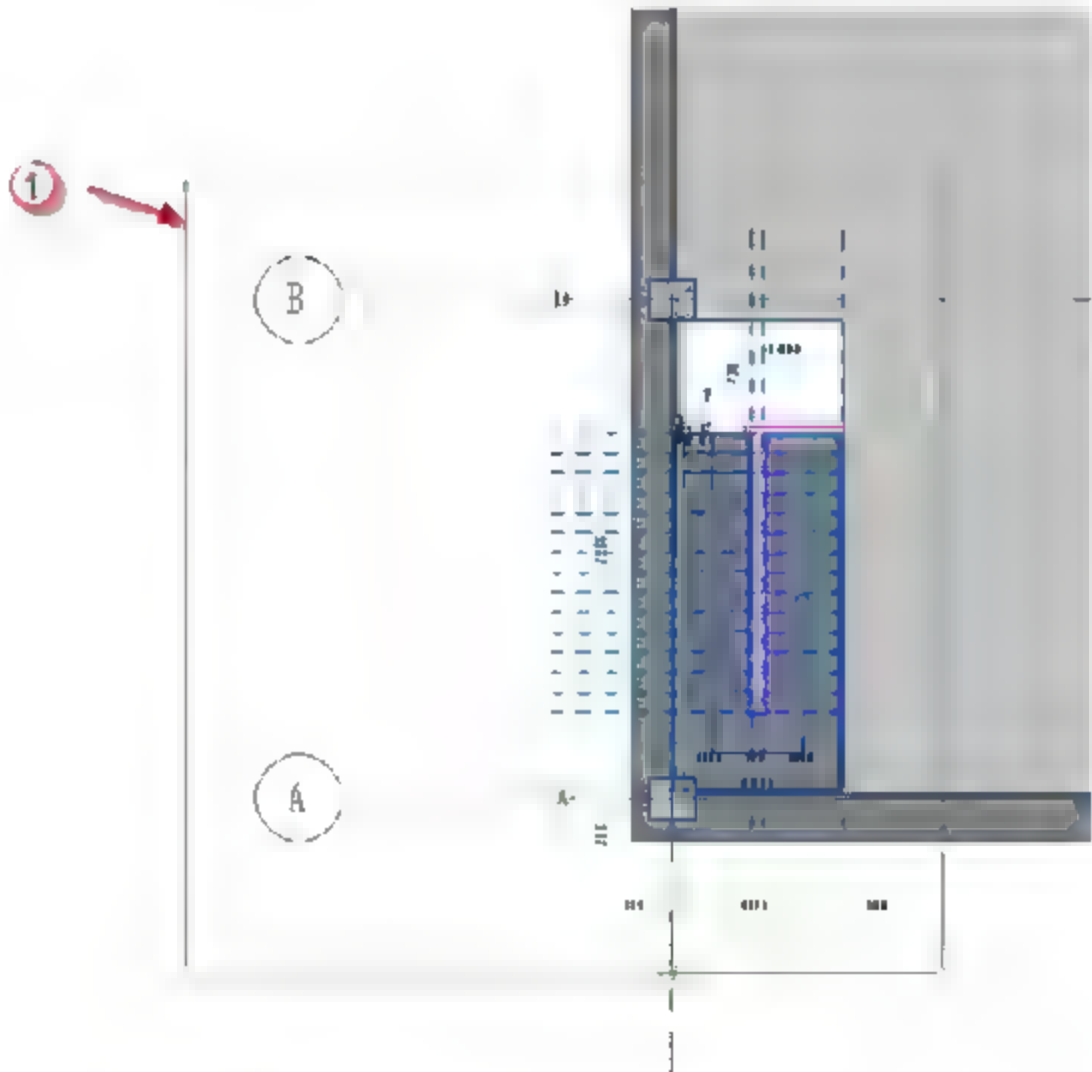
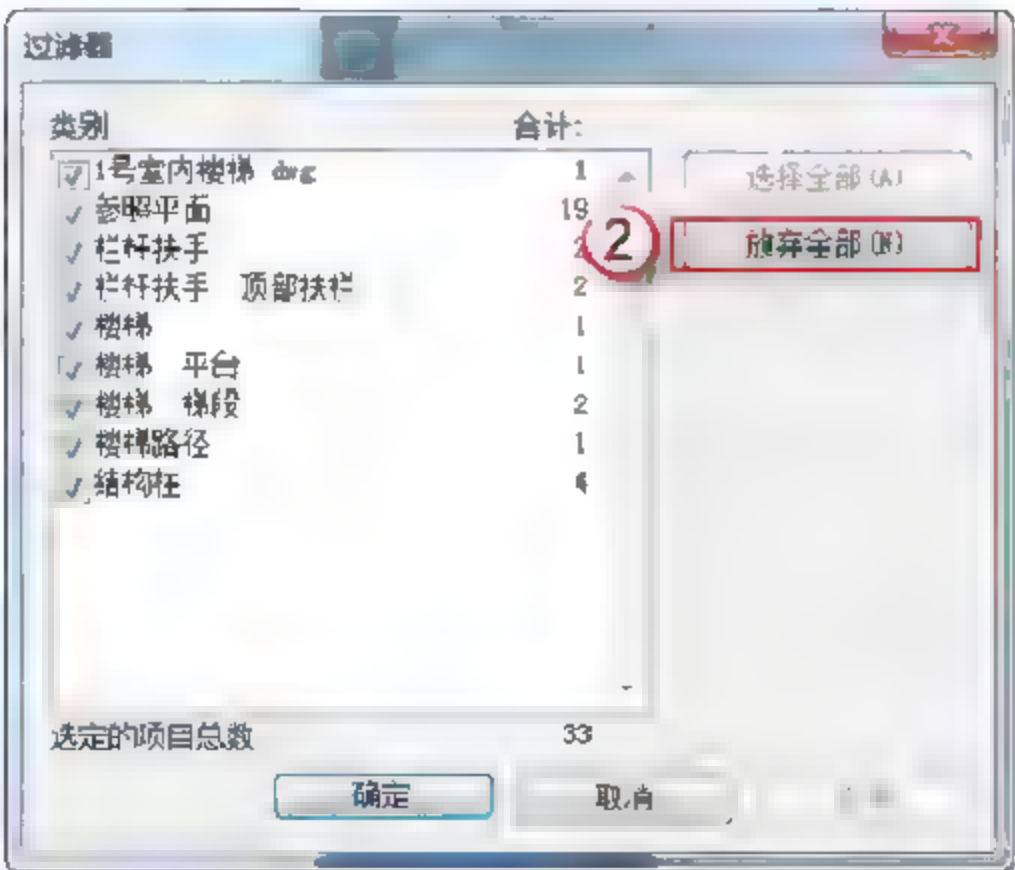
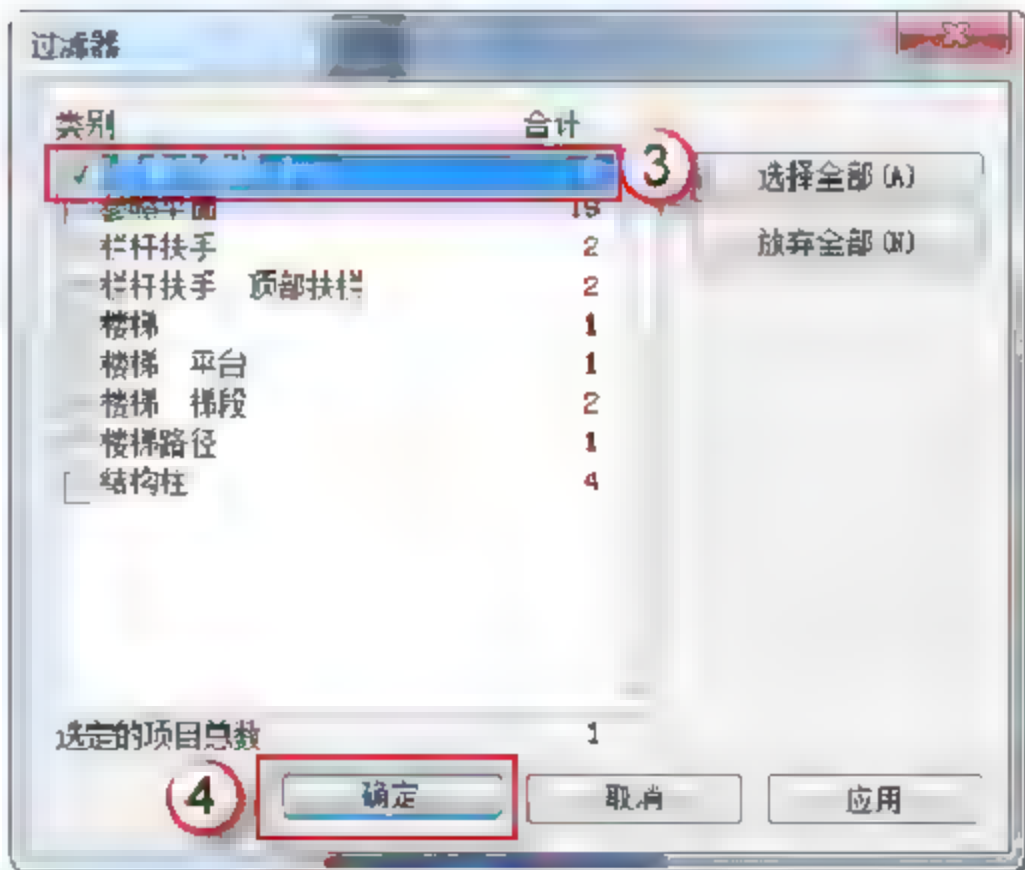

图 11.2.22 框选所有图元
图 11.2.23 过滤所有图元
图 11.2.24 单选一个图元
(16) 删除 CAD 图。以光标从左上到右下方向框选所有图元，如图 11.2.22 所示。单击选项卡中的“过滤器”按钮，在弹出的“过滤器”对话框中单击“放弃全部”按钮，如图 11.2.23 所示。选中“1 号室内楼梯.dwg”选项，并单击“确定”按钮，如图 11.2.24 所示，按 Delete 键，删除作为参照的 DWG 图。